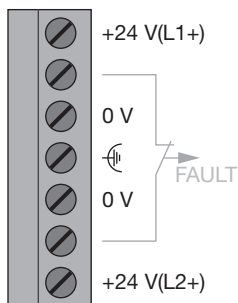

Abb. 1: Betriebsspannungsversorgung – Anschlussbelegung an der 7poligen Schraub-Klemmleiste
- ▶ Versorgen Sie den Repeater nur mit einer stabilisierten Sicherheitskleinspannung (SELV) nach IEC/EN 60950-1, EN 61131-2 von maximal +32 V DC (typ. +24 V DC). Diese wird über die 7polige Schraub-Klemmleiste (siehe Abb.1) auf der Repeateroberseite zugeführt. Die Betriebsspannungseingänge sind gegen Verpolung geschützt.